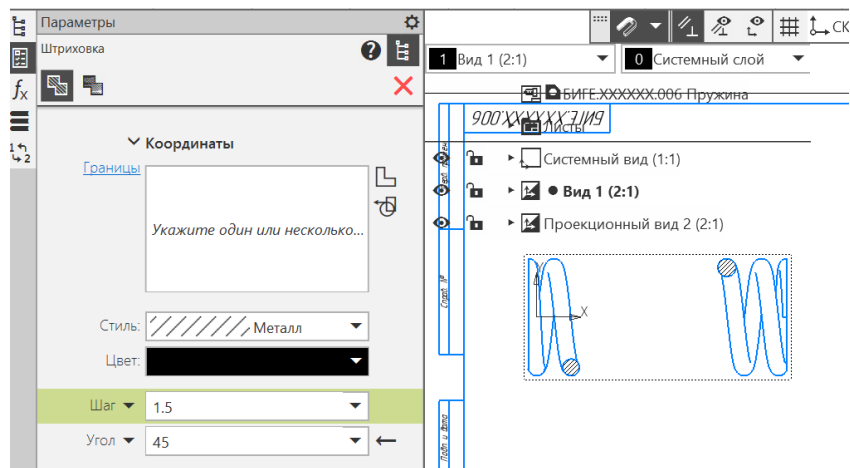

Рис. 12 Результат операции «Штриховка»
- **Черчение – Геометрия – Штриховка.** К полученным окружностям применить операцию «Штриховка» из вкладки «Геометрия» на инструментальной панели (рис. 12).